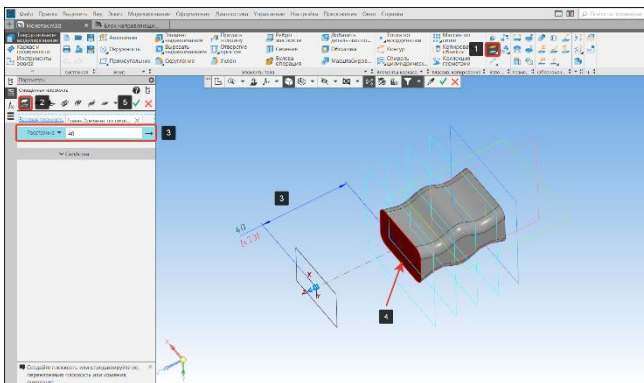

Рисунок 140 – Дополнительная плоскость
- Построим боек молотка. На панели Вспомогательные объекты выберем команду Смещенная плоскость (1) подоперация смещенная плоскость (2) (Рисунок 140);
- Зададим числовое значение расстояния (40 мм.) (3) и базовую плоскость (4). Для завершения работы нажмем на кнопку Создать объект (5) (Рисунок 140);